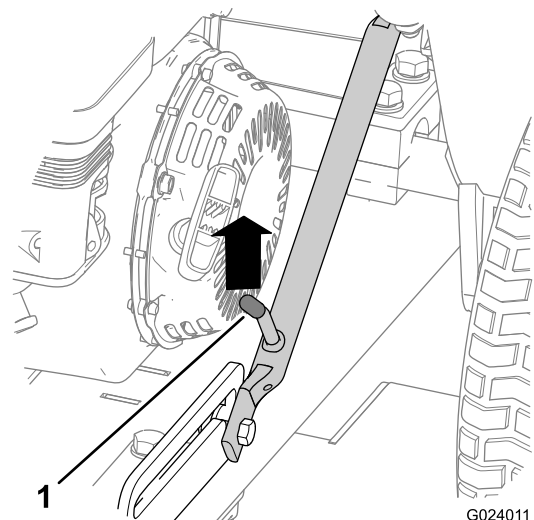

Figura 17
1. Sollevate il gruppo dell'attacco in modo che la leva del dispositivo di fermo sia sbloccata dal fermo di scorrimento (Figura 17).
5. Sollevate l'attacco (Figura 22) in modo che la leva del dispositivo di fermo sia bloccata nel fermo di scorrimento (Figura 17).